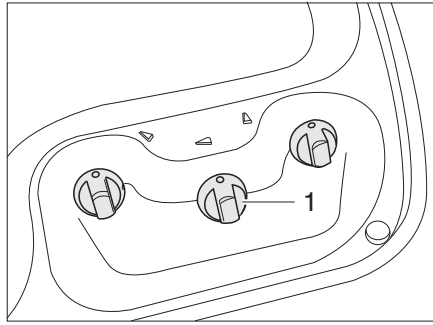
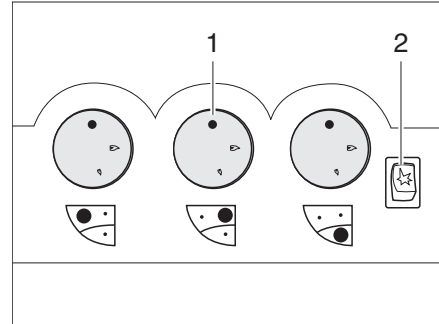

Fig. 341 Éléments de commande pour le réchaud à gaz (sans touche d'allumage piézo)
Fig. 342 Éléments de commande pour le réchaud à gaz (avec touche d'allumage piézo)
- Tourner le bouton tournant (Fig. 341,1 ou Fig. 342,1) du brûleur désiré en position d'allumage (grande flamme).
- Si une touche d'allumage (Fig. 342,2) est présente : Générer une étincelle en appuyant sur la touche d'allumage.